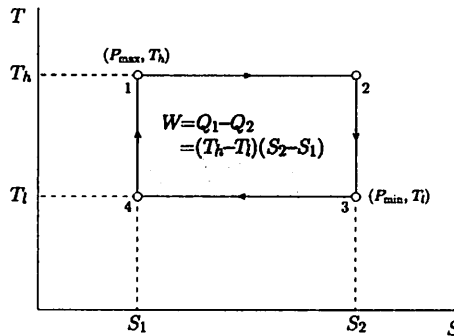

図 3: カルノー・サイクルの T - S 線図
それでは、以上の内容について、温度 T とエントロピー S の関係を図示すると、図3のようになる。この図を T - S 線図という。
以上から、カルノー・サイクルの T - S 線図は図3のように長方形になることが分かる。
また、過程 $1 \rightarrow 2$ で吸収する熱量 Q_1 は、式 (20) より、図3の長方形 $1 \rightarrow 2 \rightarrow S_2 \rightarrow S_1 \rightarrow 1$ の面積であることが分かる。他方、過程 $3 \rightarrow 4$ で放出する熱量 Q_2 は、式 (23) より、図3の長方形 $4 \rightarrow 3 \rightarrow S_2 \rightarrow S_1 \rightarrow 4$ の面積である。したがって、カルノー・サイクルがする仕事 W は、 $W = Q_1 - Q_2$ より、図3の影部分の面積となる。
さらに、 T - S 線図 3 より、 $S_3 = S_2$, $T_1 = T_h$, $T_3 = T_l$ であるので、式 (26) は、